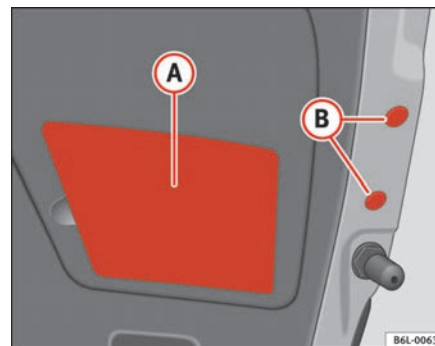

Fig. 161 Luz trasera en el portón
- Retire la cubierta de plástico (A) ⇒ página 241, fig. 161 y los tapones de plástico (B) ⇒ página 241, fig. 161 haciendo palanca cuidadosamente con la parte plana del destornillador, teniendo cuidado de no rayar la pintura.